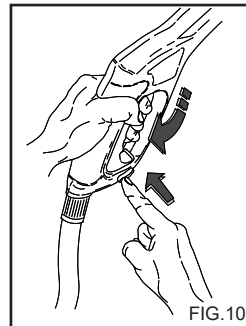

FIG.10
- Wanneer de hogedruk-waterspuit niet wordt gebruikt, de beveiliging van de handgreep sluiten. (fig.10)